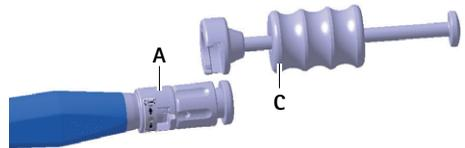

Fig. 5 Montaggio del martello sullo strumento inseritore
- ▶ Montare il martello C sullo strumento inseritore A, vedere Fig. 5.
- ▶ Montare il martello **B** sullo strumento inseritore **A**, vedere Fig. 5.